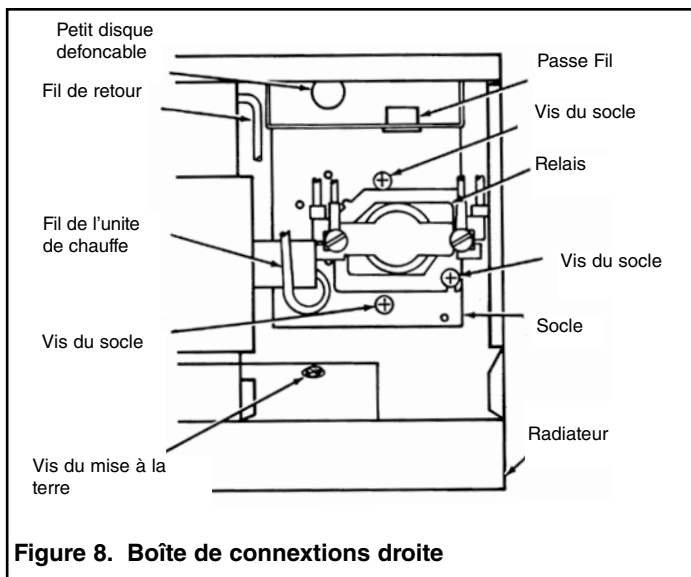

Figure 8. Boîte de connexions droite
2. Pour le modèle PR24, alimenté à 24V par un circuit de commande de classe 2, défoncez le petit disque défonçable à l'arrière du radiateur et percez le mur à l'emplacement du disque défonçable (voir les figures 8 et 9). Passez les fils du circuit externe de commande 24 V classe 2 dans la boîte à travers cette ouverture. Pour le modèle PR120, on peut réaliser les connexions du circuit de commande dans la boîte de connexions du radiateur.
3. Fixez le socle à la paroi arrière de la boîte au moyen des vis fournies (voir la Figure 8 ou 9), Glissez le passe-fils dans le trou approprié au sommet du socle.
4. Fixez le socle à la paroi antérieure de la boîte au moyen des vis fournies (l'emplacement précis du relais sur le socle est indiqué à la Figure 8 ou 9).